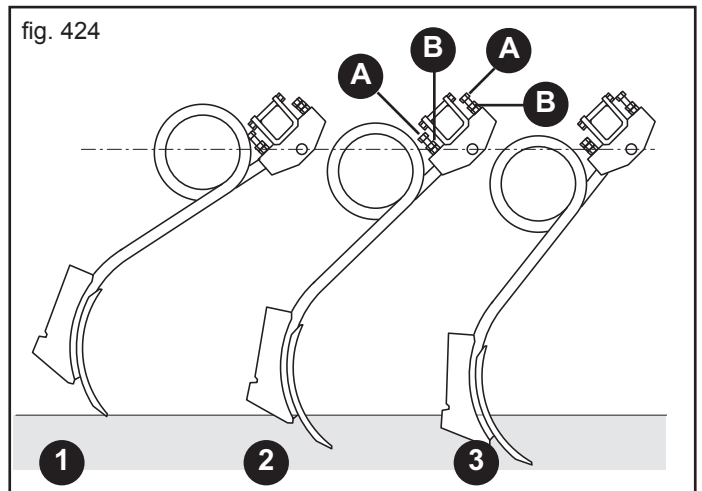

fig. 424
Lockert man die Muttern (B, Abb. 424) und die Schrauben (A, Abb. 424) kann der Eindringwinkel jedes Schenkels einzeln eingestellt werden:
- Oberflächliche Aussaat (1, Abb. 424);
- Mitteltiefe Aussaat (2, Abb. 424);
- Tiefe Aussaat (3, Abb. 424).